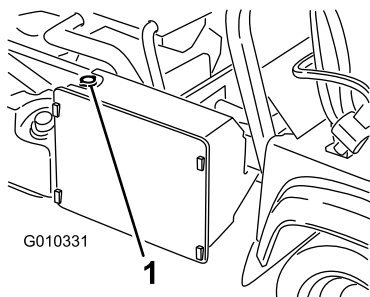

Figure 54
3. Retirez le bouchon de radiateur (Figure 54).
7. Faites l'appoint de liquide dans le radiateur et remettez le bouchon en place (Figure 54).